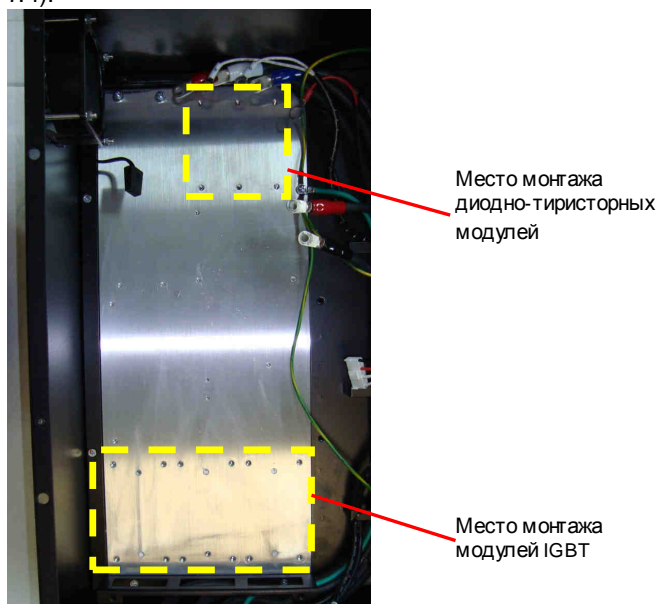

Рис. 7.6. Места установки силовых модулей.
7.5.3. Протереть основание модуля IGBT салфеткой, смоченной СБС. Нанести шпателем на основание модуля тонкий слой теплопроводного компаунда (пасты). Убрать излишки компаунда с кромок основания (рис. 7.6).